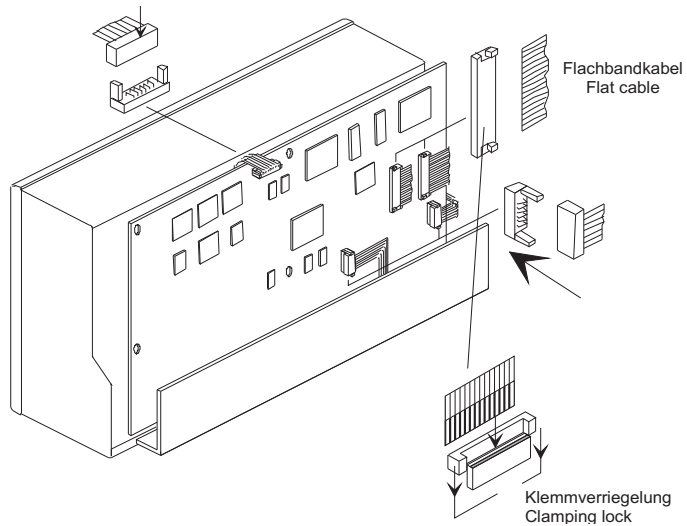

Bild 4-10: Anschlüsse an der Hauptplatine
13. Legen Sie die Hauptplatine mit dem Anschlussfeld vorsichtig und locker in das Gerät und führen Sie die Anschlusskabel des Tastenprints und der Displays zu den entsprechenden Anschlüssen auf der Hauptplatine (Bild 4-10). Schliessen Sie die Flachbandkabel wieder an.